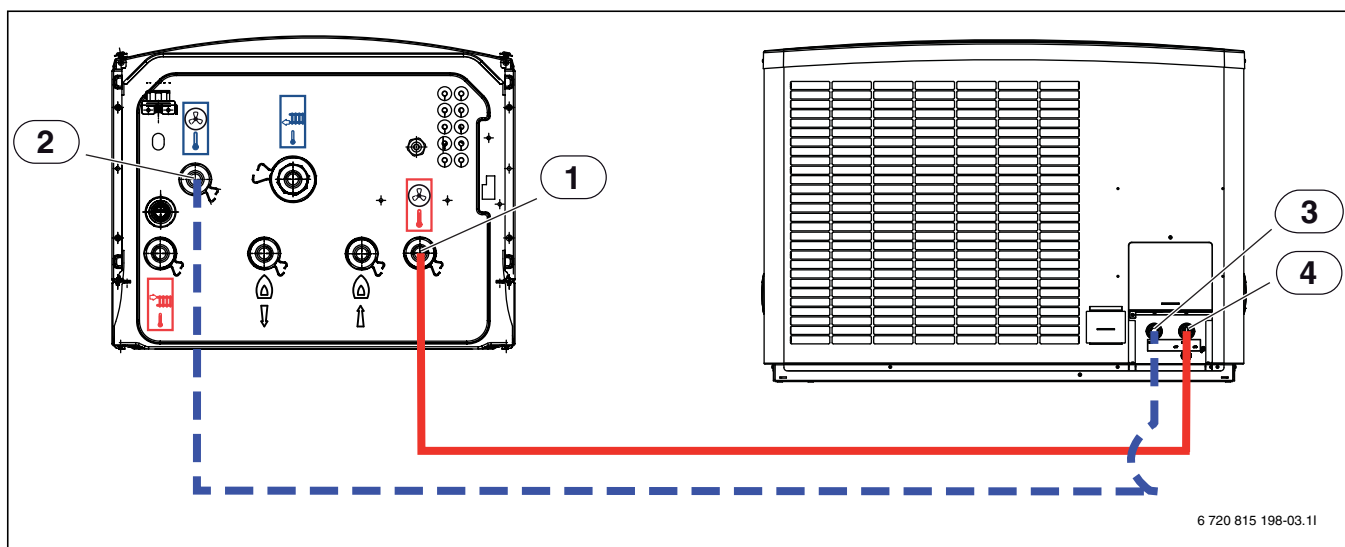

Bild 23 Anschluss des Wärmepumpenmoduls mit Mischventil für externe Zusatzheizung an Wärmepumpe
- ▶ Vorlauf der Wärmepumpe [4] an Wärmeträger-Eingang [1] Abbildung 23 anschließen.
- ▶ Wärmepumpenrücklauf [3] an den Wärmeträger-Ausgang [2] Abbildung 23. anschließen.